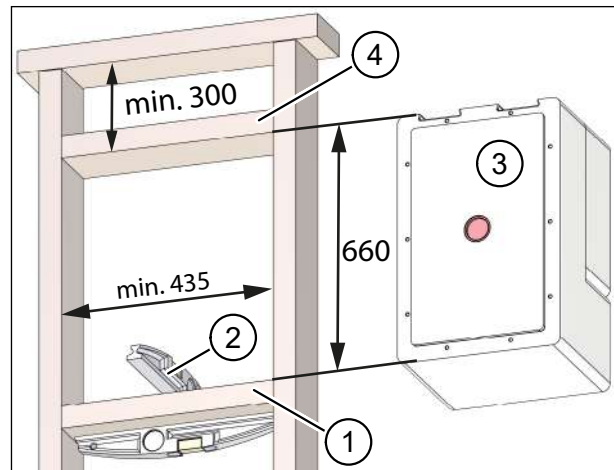

Abb. 10: Aufnahme für Montageset in Ständerkonstruktion erstellen – Maße in Millimeter
- Der untere Riegel (Pos. 1 in Abb. 10) dient als Auflager.
- Kontrollieren Sie mit einer Wasserwaage (Pos. 2 in Abb. 10), dass der untere Riegel exakt horizontal ausgerichtet ist. Nur so ist gewährleistet, dass eventuell anfallendes Kondensat durch das 2°-Rohrgefälle im Montageset (Pos. 3 in Abb. 10) nach außen abgeführt wird.
- Der obere Riegel (Pos. 4 in Abb. 10) dient zur Fixierung des Montagesets.
- Mit einem vertikalen Abstand von 660 mm zwischen unterem und oberem Riegel wird das Montageset optimal fixiert (siehe Abb. 10). Sie können das Montageset während der Befestigung der Riegel probeweise einsetzen, um sicherzugehen, dass das Montageset passgenau sitzt.